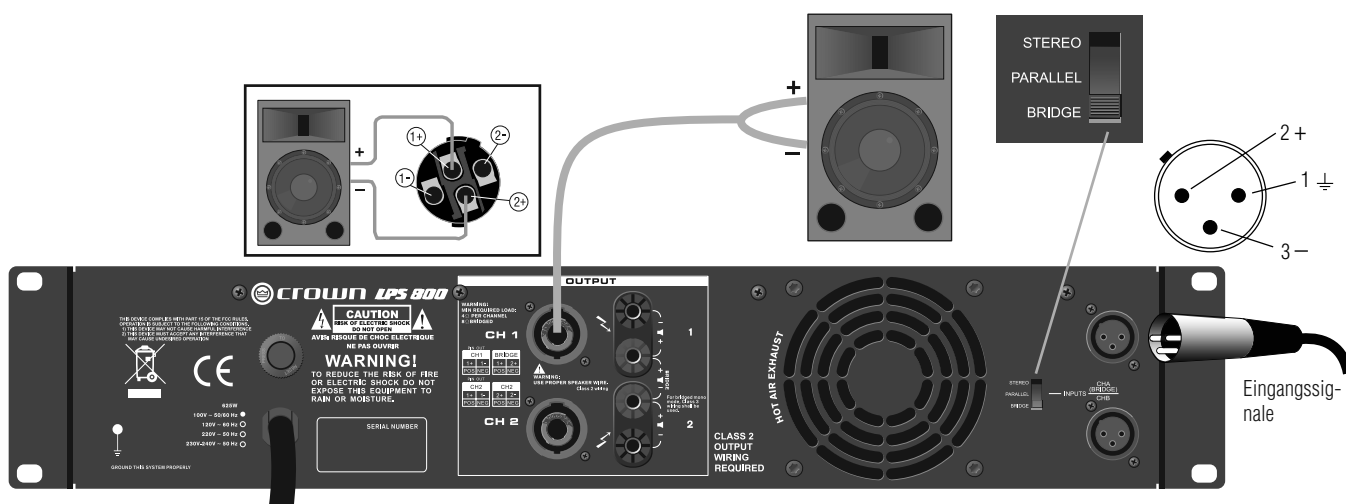

Abbildung 5: Bridge-Mono-Verkabelung über die Speakon®-Anschlüsse
1. Siehe Abbildung 5. Stellen Sie den Betriebsmodusumschalter an der Rückplatte auf BRIDGE.